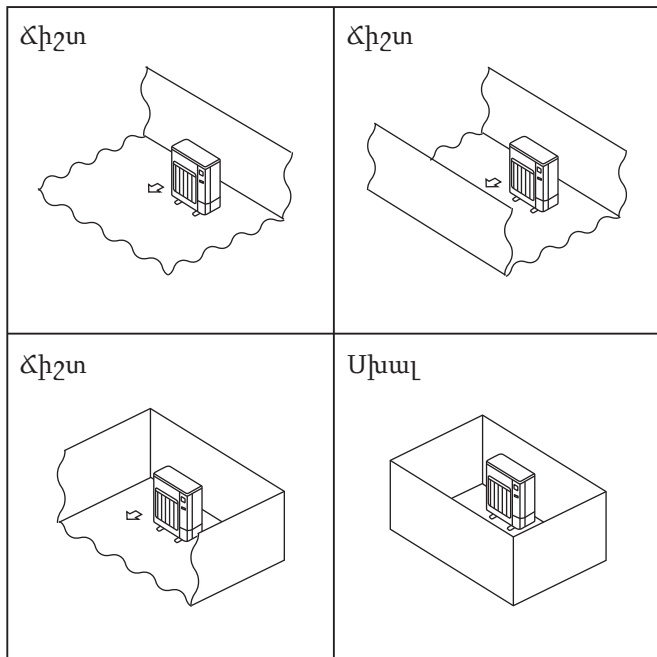

Fig. 2-2
- Արտաքին բլոկները տեղադրեք այնպիսի տեղում, որտեղ չորս կողմերից առնվազն մեկը բաց է, և բավականաչափ մեծ տարածքում՝ առանց փոսվածքների: (Fig. 2-2)